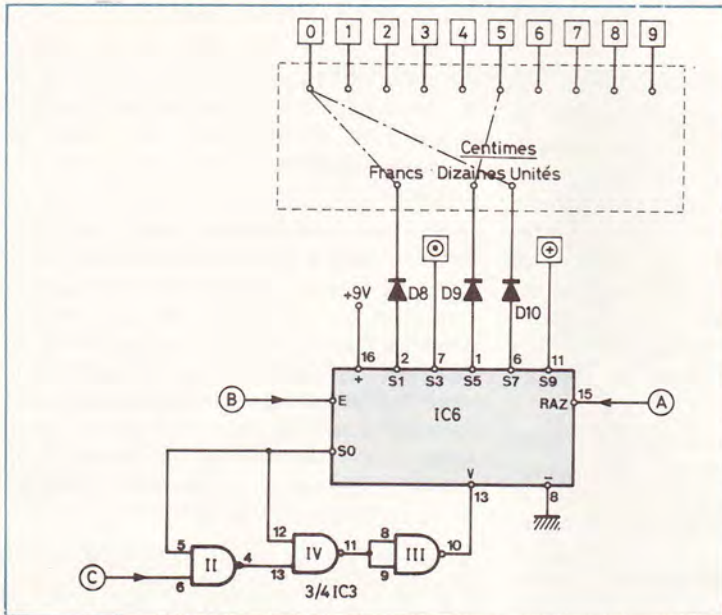

Fig. 5. — Le séquenceur est un compteur-décodeur décimal MOS CD4017, désormais connu de nos lecteurs.
g) Commande du séquenceur (fig. 5)
Sur le circuit imprimé, des picots numérotés de 0 à 9 d'une part et des picots marqués francs, dizaine de centimes et unités de centimes d'autre part, constituent la possibilité de programmer le montant du tarif unitaire. Il suffira de relier les picots correspondants en soudant par exemple trois bouts de fil isolé. Ainsi, sur l'exemple de la figure 5, la valeur programmée est de 0,50 franc qui est le tarif actuel.